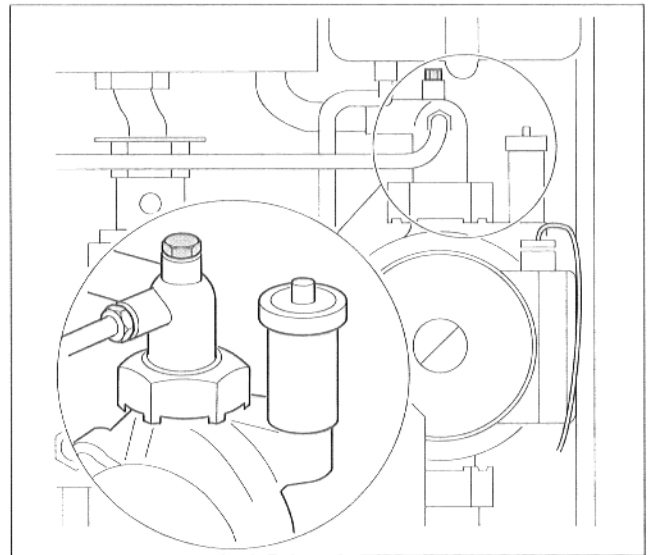

Abb. 11 Entlüftungsventil
- Umlaufwasserheizer über das Entlüftungsventil (Abb. 11) entlüften.